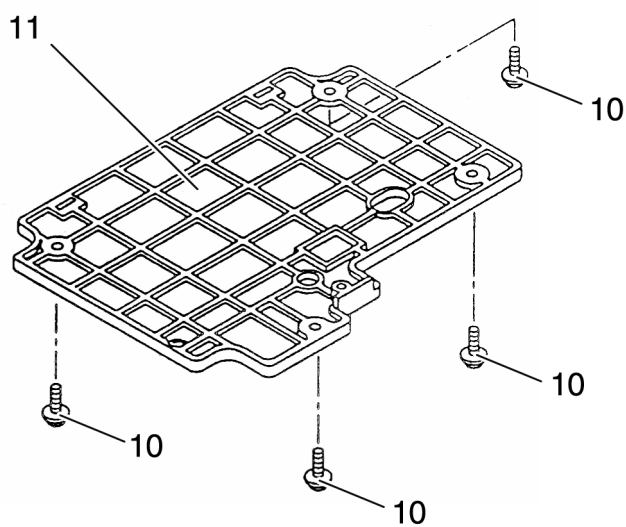

Рис. 5
- Выверните четыре винта 10 плиты основания 11 (рис. 5).